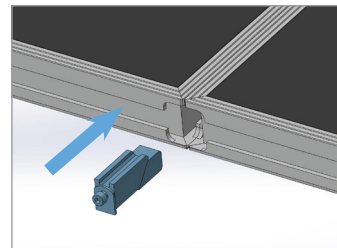

Bild Nr. 6 / image 6
2. Die Schnellverbinder kurz werden in die Montagenuut des Alurahmens eingeschoben und mit einem Steckschlüssel festgeschraubt (Bild Nr. 6+7)